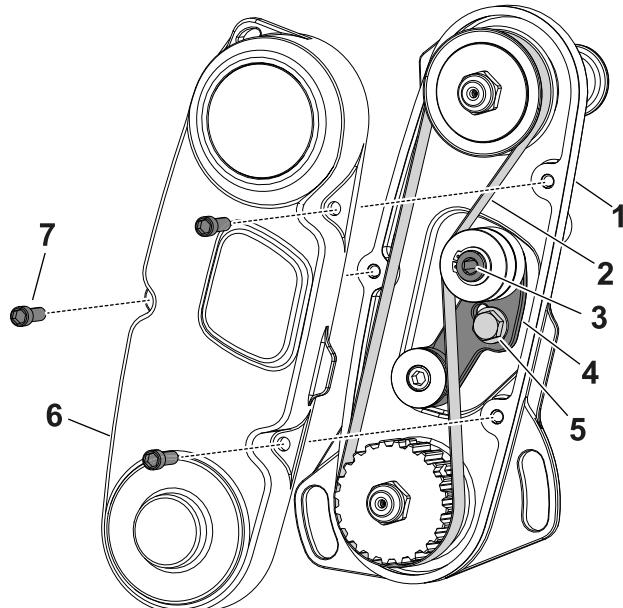

Figura 16
1. Rimuovete il copricinghia per lasciare esposta la cinghia (Figura 16).
2. Allentate il bullone del braccio di rinvio e ruotate il braccio di rinvio (Figura 16) per rilasciare la tensione sulla cinghia.
3. Togliete la cinghia (Figura 16).
- Montate la cinghia e mettetela in tensione applicando una coppia compresa tra 6 e 7 N·m sull'esagono interno del braccio di rinvio come illustrato nella Figura 16.